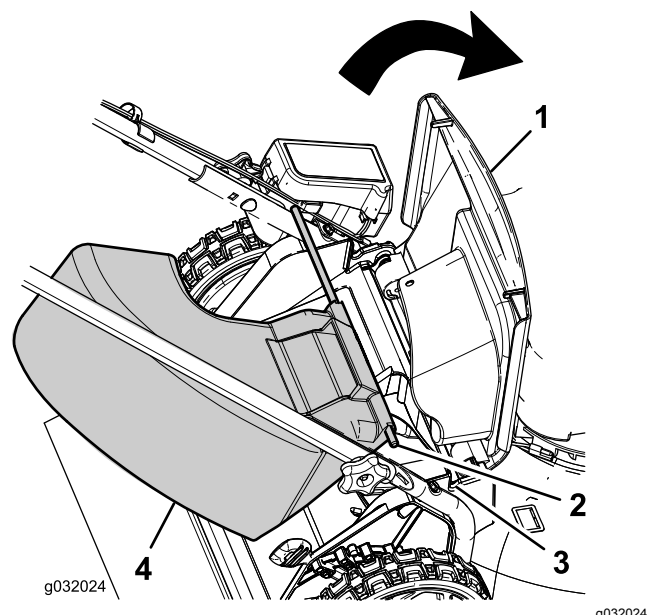

Bild 21
1. Heben Sie das hintere Ablenkblech an (**Bild 21**).
2. Setzen Sie die Stangenenden des Seitenauswurfkanals in die Kerben an den Holmhalterungen (**Bild 21**).